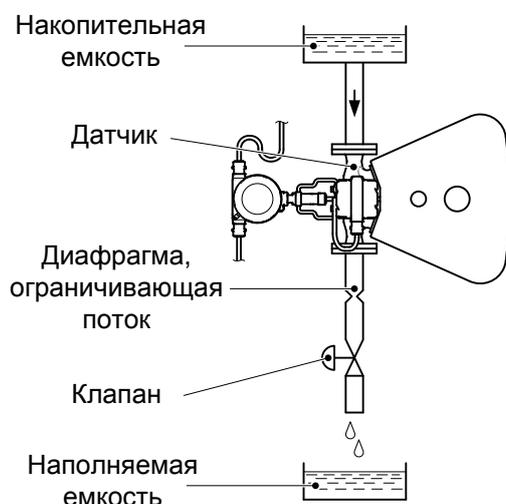

Рисунок 2.1 – Дополнительные меры при вертикальной установке датчика и течении жидкости сверху вниз
2.2.4.3 При вертикальном расположении датчика и протекании жидкости в направлении сверху вниз необходимо предотвратить опорожнение труб датчика в процессе измерений. Для этого ниже датчика по потоку нужно организовать сужение трубопровода и установить клапан или клапан (рисунок 2.1).